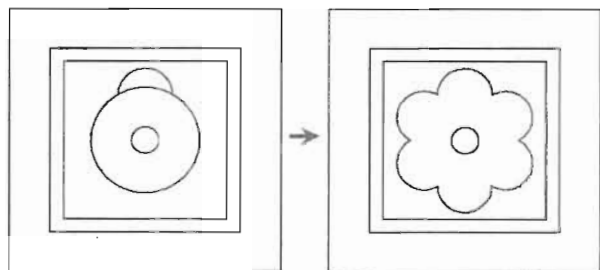

图 10-176
(7) 单击“修改”工具栏中的“修剪”按钮, 将上一步绘制的圆形修剪成如图 10-176 (左) 图所示的圆弧, 然后单击“修改”工具栏中的“阵列”按钮, 将“项目总数”设置为 6, 其余参数不变, 阵列结果如图 10-176 (右) 所示。